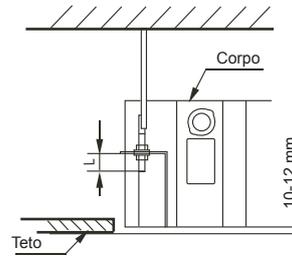

Fig. 5-6
- Ajuste a posição para assegurar que as folgas entre o corpo e as quatro laterais do teto estão uniformes. A parte inferior do corpo deve penetrar no teto 10~12 mm. (Consultar fig.5-6)
- No geral, L é metade do comprimento do parafuso do gancho de instalação. (Consultar fig.5-6)